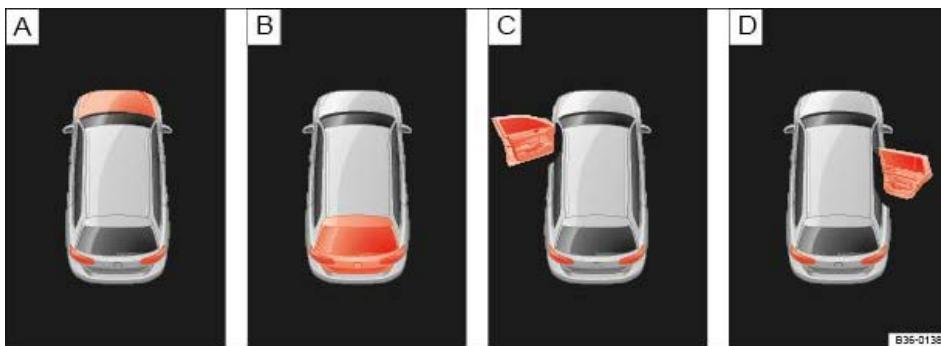

Abb. 21 Im Display des Kombi-Instruments: Geöffnete Motorraumklappe, geöffnete Gepäckraumklappe, geöffnete vordere linke Tür, geöffnete hintere rechte Tür.
- Geöffnete Türen, Motorraum- und Gepäckraumklappe ⇒ *Abb. 21*